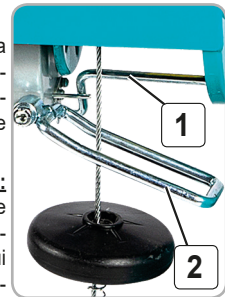

Fig.15
**Înterupătoare automate de siguranță (Fig.15)**